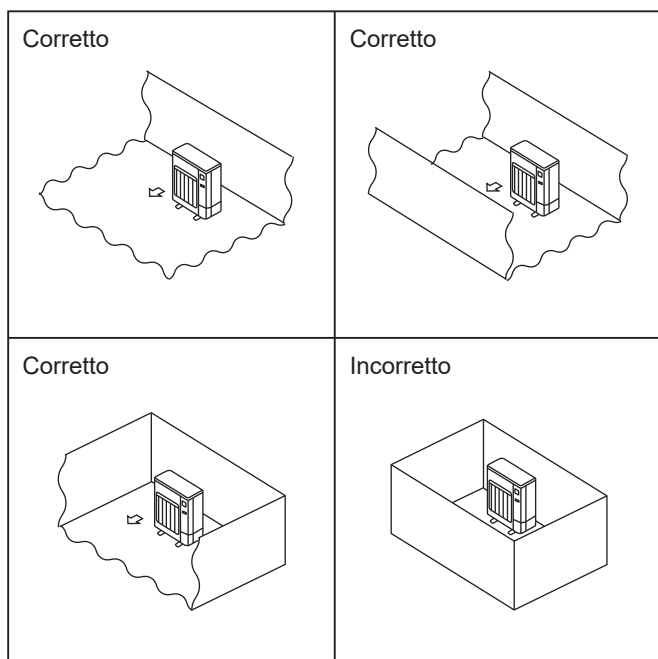

Fig. 2-2
- Ⓒ Installare unità esterne in un luogo in cui sia aperto almeno un lato su quattro e in uno spazio di grandezza sufficiente e privo di depressioni. (Fig. 2-2)